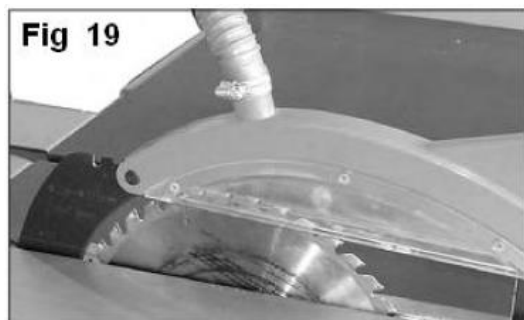

Рис.23
1. Подсоединить шланг **Рис.23** диаметром 50,8 мм к ограждению дисковой пилы с помощью хомута диаметром 50,8 мм.